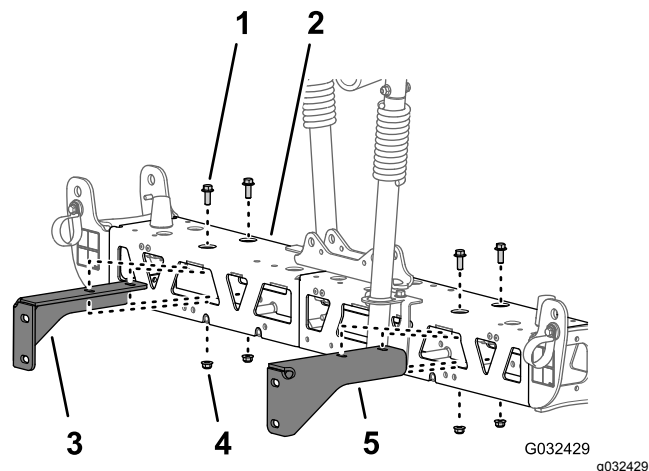

図 51
- サポートブラケットをセンターブームに固定しているフランジヘッドボルト 3/8 x 1" 2本とフランジロックナット 3/8" 2個を外して、ブラケットを取り外す 図 51。
- もうひとつのサポートブラケットをセンターブームに固定しているフランジヘッドボルト 3/8 x 1" 2本とフランジロックナット 3/8" 2個を外して、ブラケットを取り外す 図 51。